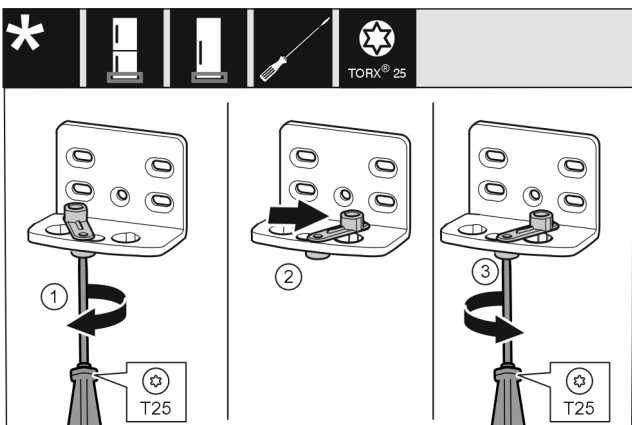

Fig. 17 *
- ▶ Βιδώστε πρόχειρα τη βίδα Fig. 17 (1) με κατσαβίδι.*
- ▶ Ανασηκώστε το βοήθημα κλεισίματος πόρτας Fig. 17 (2) και περιστρέψτε 90° προς τα δεξιά στην τρύπα.*
- ▶ Σφίξτε τη βίδα Fig. 17 (3) με κατσαβίδι.*